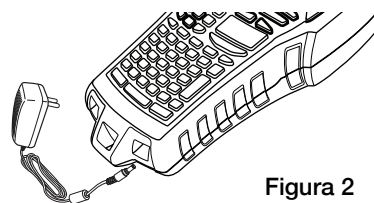

Figura 2
- 1 Inserire l'adattatore nel connettore di alimentazione sulla base dell'etichettatrice. Vedere la Figura 2.